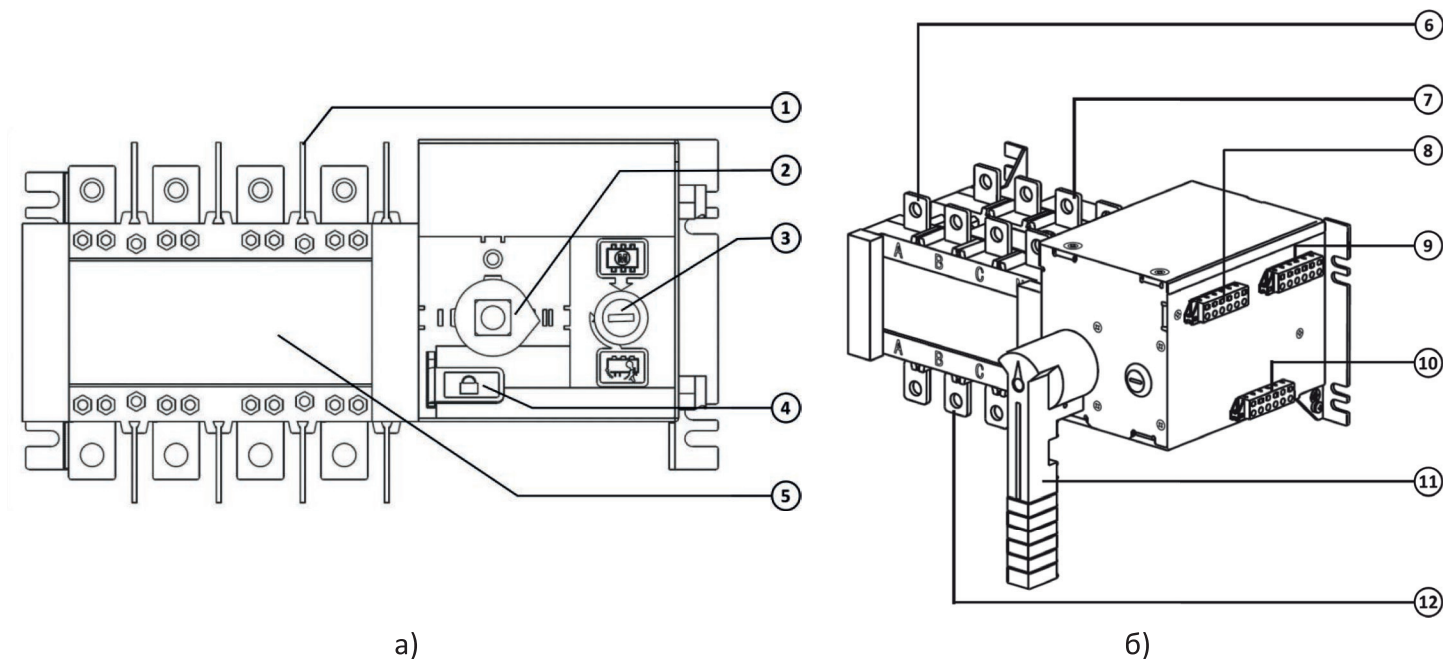

Рис. 5.3 – Моторизований перемикач
Моторизований перемикач (рис. 5.3) в складі щита АВР виконує функцію перемикання основного або резервного джерела електроживлення на навантагу споживача. Перемикання може здійснюватись автоматично за двома алгоритмами роботи (п. 5.2.1), а також моторизований перемикач можна комутувати вручну за допомогою рукоятки (п. 5.2.7) незалежно від алгоритмів роботи щита АВР. Тип моторизованого перемикача залежить від моделі щита АВР (табл. 3.1).
5.2.3 Конструкція моторизованого перемикача представлена на рис. 5.3:
5.2.5 Вал ручного керування з вказівником положення (2), рис. 5.3.
5.2.6 Електричний замок блокування (3), рис. 5.3.
5.2.7 Рукоятка керування (11), рис. 5.3.
5.2.8 Важіль блокування (4), рис. 5.3.
5.2.9 Призначення силових клем моторизованого перемикача (рис. 5.3, б) надано в табл. 5.1.
5.2.10 Призначення клем живлення, керування та індикації моторизованого перемикача (рис. 5.3, б).